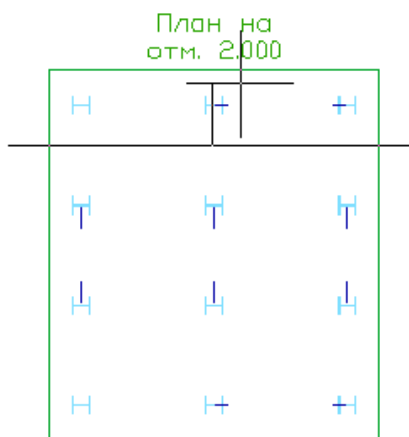

Рис.13.8. Задание секущей площади и глубины поперечного разреза
- Затем укажите курсором секущую плоскость и глубину разреза как показано на рис.13.8.